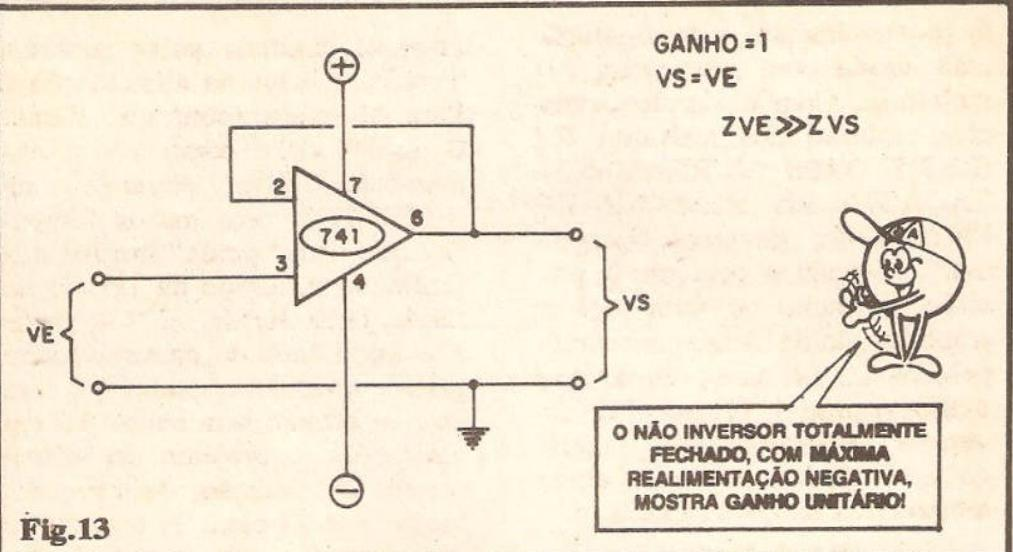

Fig.13
- FIG. 13 - AMPLIFICADOR NÃO INVERSOR “TOTALMENTE FECHADO” - Observando o arranjo mostrado no diagrama, o Leitor/“Aluno” verá algo que parece conflitar com o que foi dito aí atrás, sobre “realimentar uma parte do sinal”... É verdade: nessa configuração, a realimentação negativa (feita, portanto, à Entrada Inversora do 741) é total! Não há nenhum divisor de Tensão ou dimensionador resisti-